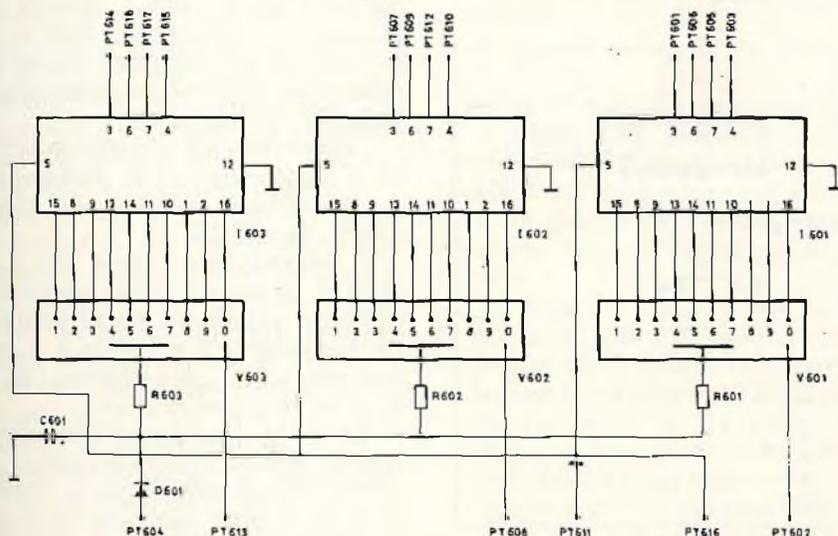

Fig. 14 - Schema elettrico del visualizzatore (CS 6000).
**ELENCO MATERIALI DEL VISUALIZZATORE (fig. 14)**